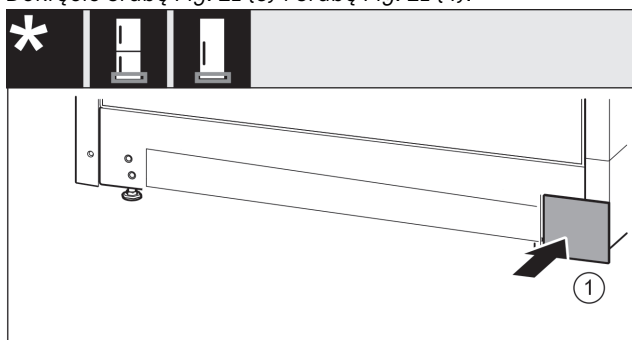

Fig. 22
- Założyć ponownie osłonę Fig. 22 (1) z drugiej strony.